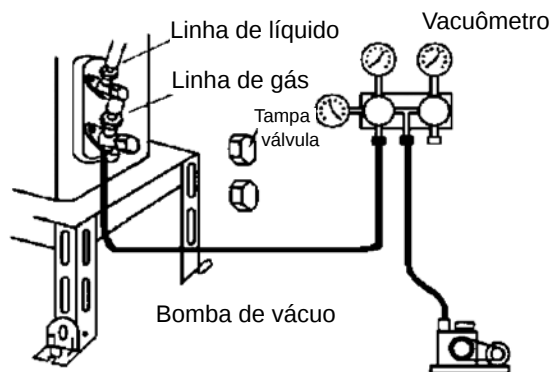

Figura 9
8. Aperte as tampas da válvula de baixa pressão. Veja a **figura 9**.